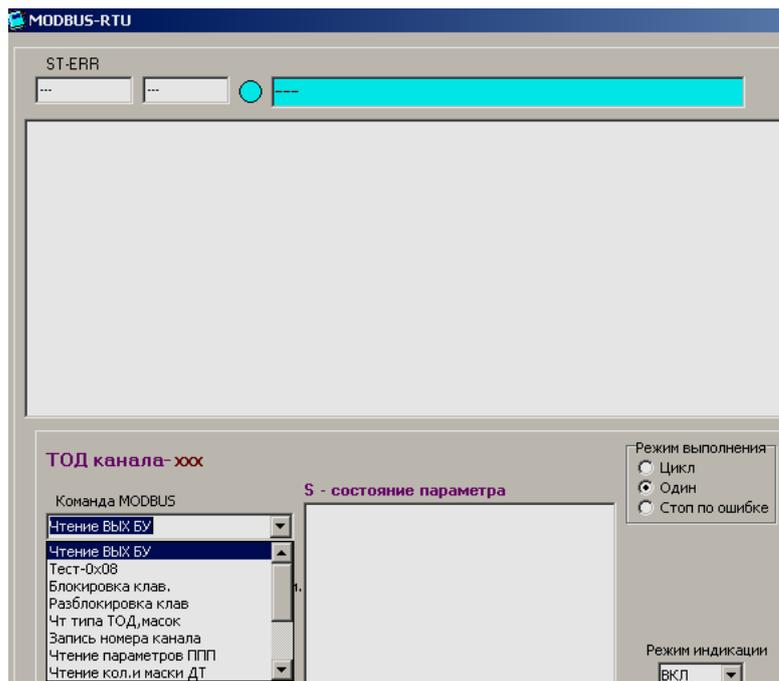

Рисунок 7.20
Выбрать команду «Чтение ВЫХ БУ» (рисунок 7.20). Выбрать значение параметра «Параметр» из списка («Секция 1» ... «Секция 8»). Нажать на кнопку «Выполнить». При успешном выполнении на панелях формы отображается информация, представленная на рисунке 7.21. Команды выполняются в соответствии с КШЮЕ.421451.002ПО раздел «Спецификация 1.2».
7.2.3.2 В меню «Настройки» выбрать опцию «Настройка БРМ1(БРМ5,БРИ1),БСР1» (рисунок 7.20). В результате активируется форма «Настройка БСР1», представленная на рисунке 7.25, если адрес «Modbus» совпадает с установленным при настройке порта связи. Если при входе в форму на верхнем табло появляется надпись «ОШИБКА ПРОТОКОЛА», следует выполнить поиск адреса «Modbus»: с помощью клавиатуры ввести значения параметров «Начальный адрес» и «Конечный адрес», нажать на кнопку «Поиск» в результате на верхнем табло появится надпись «ЖДИТЕ!!!». При успешном поиске адреса «Modbus» на верхнем табло появится надпись «ОПЕРАЦИЯ ВЫПОЛНЕНА», а на панели «Адрес Modbus Текущий» отобразится текущий (в результате поиска) адрес «Modbus».